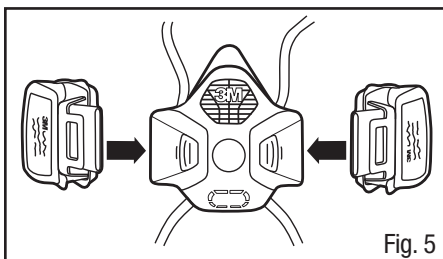

Fig. 5
1. Aligner l'extrémité comportant l'orifice des cartouches avec les orifices du masque (Fig. 5).